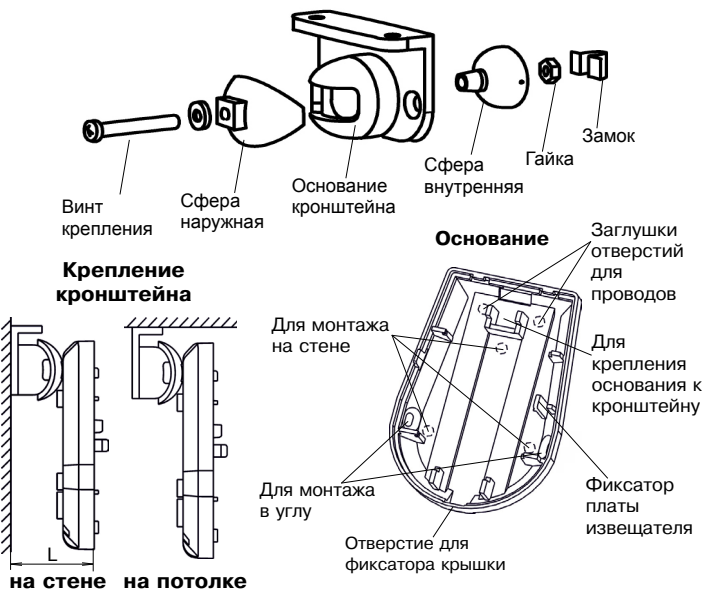

Рисунок 2 – Основание извещателя и кронштейн
- снимите крышку извещателя, отжав отверткой фиксатор крышки через отверстие, расположенное в нижней части основания извещателя (рисунок 2);
- вскрыйте в основании извещателя отверстия (см. рисунок 2), которые будут использоваться для прокладки проводов и крепления извещателя;